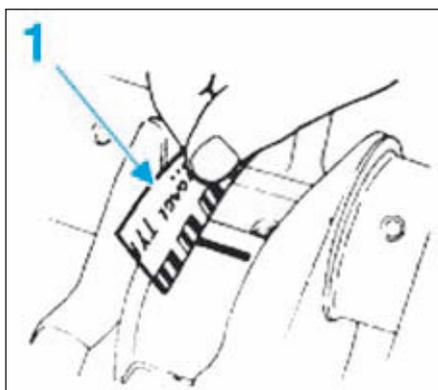

FIG.38
- Mesurer l'écartement du fil de mesure de jeu diamétral à l'aide de la jauge imprimé (1) (Fig.38).